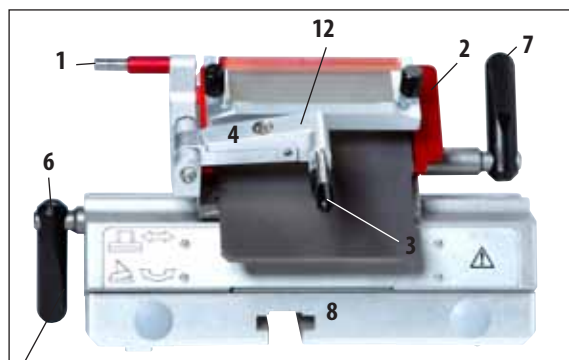

Рис. 12
- Выталкиватель лезвия (1) и защита пальцев (2)
- Регулировка угла наклона ножа (см. 5, рис. 12, слева на держателе лезвия) с помощью ключа под внутренний шестигранник на 4 (см. рис. слева на держателе лезвия), рекомендуемый угол от 2° до 5°
- Рычаг (6) для бокового перемещения (должен быть обращён вниз для беспрепятственного перемещения опоры пальца)
- Рычаг (7) для зажимания лезвия
1. Для снятия сегментной дуги (1) с основания ослабьте винт с помощью ключа под внутренний шестигранник на 4 за установленное положение угла наклона ножа (2) и снимите сегментную дугу (1) с основания держателя лезвия.
2. Отведите систему уголка (3) влево, держась при этом за рычаг (4).
3. Отпустите зажимной рычаг (5) прижимной пластины, вращая против часовой стрелки.
4. Придерживая прижимную пластину (6), выньте палец (7).
5. После этого можно извлечь прижимную пластину (6) для очистки (спиртом).
6. Чтобы снять верхнюю часть (8) с сегментной дуги, ослабьте и выньте зажимной рычаг держателя лезвия (6, рис. 12) вращающимися движениями против часовой стрелки. После этого держатель лезвия можно сдвинуть в горизонтальном направлении и снять с сегментной дуги.